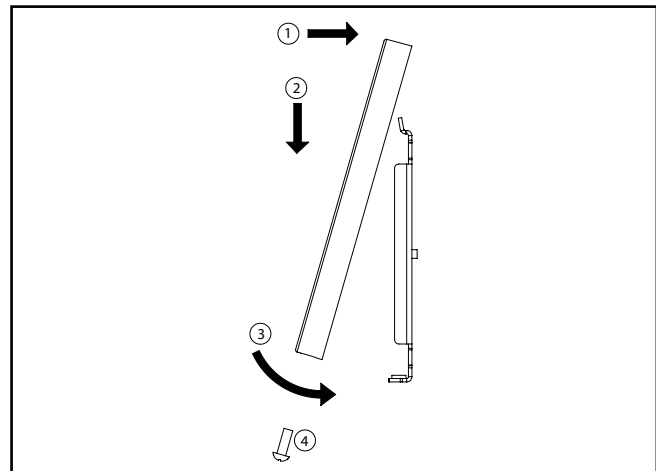

Figure 5.
10. Montez la monture sur le support de la boîte de jonction. Inclinez la monture et placez la poche du haut de la verrière sur la bride supérieure du support de la boîte de jonction. Faites glisser la monture de manière à ce qu'il y ait un engagement total entre la monture et le support, puis inclinez la monture vers la surface de montage. Fixez l'ensemble avec la vis de fixation. Passez aux instructions de finition. (Voir figure 5).